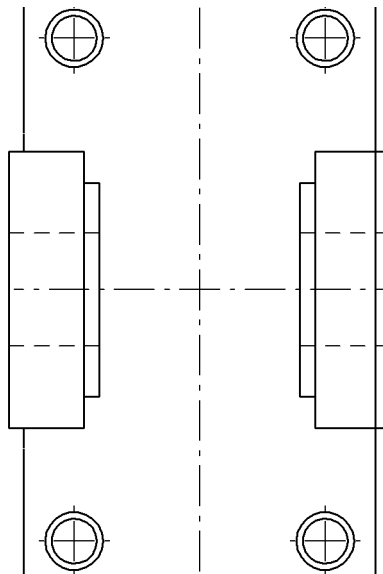

Рис. 51.90.
3. Завершите работу команды **Симметрия** и снимите выделение с объектов (рис. 51.90).